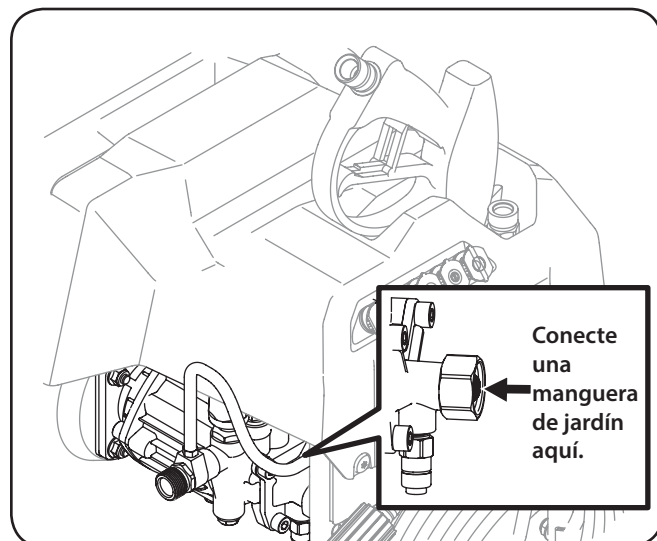

Figura 5-3
6. Conecte una manguera de jardín a la entrada de agua de la bomba de la lavadora a presión. Consulte la Figura 5-3.